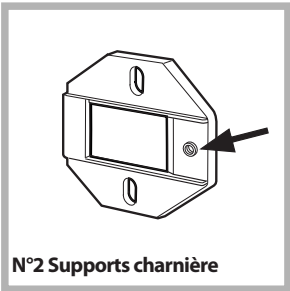

Fig. 1
- Montez les supports de la charnière sur la façade, en positionnant le trou indiqué par une flèche dans la fig. 1 vers l'intérieur de la façade et interposez une cale (fig. 4/B). Utilisez les vis type C.